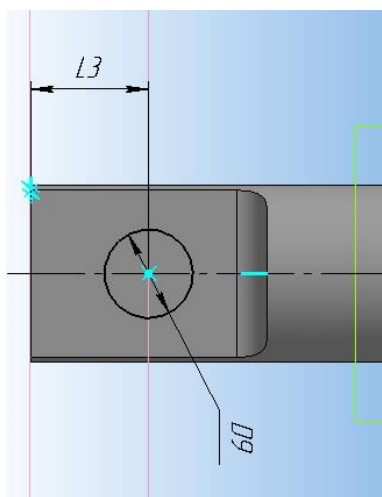

Рисунок 46.
16. На расстоянии размера **L3** выполните окружность радиуса **D9** согласно вашему варианту (рисунок 46).
Создание сборки (рисунок 46).